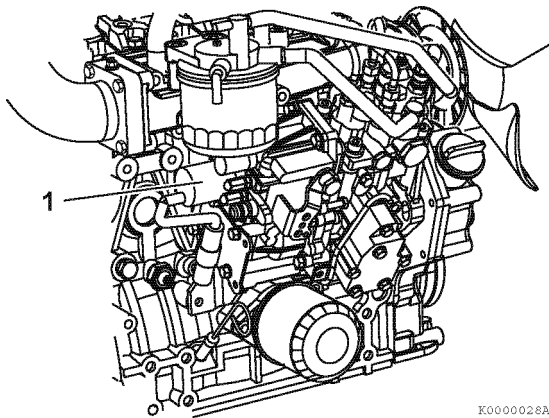

Рисунок 19
Когда ключ повернут в положение ON, на соленоид останова двигателя (Рисунок 19, (1)) подается ток и он позволяет насосу для впрыска топлива подавать топливо в двигатель, что делает возможным запуск двигателя. Когда ключ повернут в положение OFF, соленоид останова двигателя обесточен и он отключает подачу топлива в двигатель насосом для впрыска топлива, что приводит к останову двигателя.